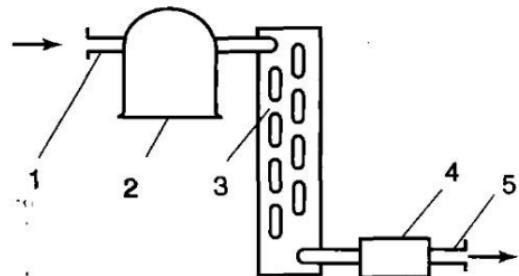

Рис. 105. Осушитель на жидкостном трубопроводе:
1.3.3. На жидкостном трубопроводе устанавливают осушитель большей емкости (рис. 105). В агрегатах холодопроизводительностью более 4 кВт хладагент предварительно удаляют со стороны высокого давления.